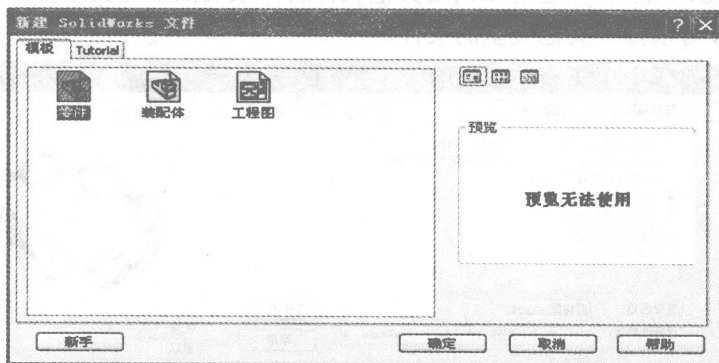
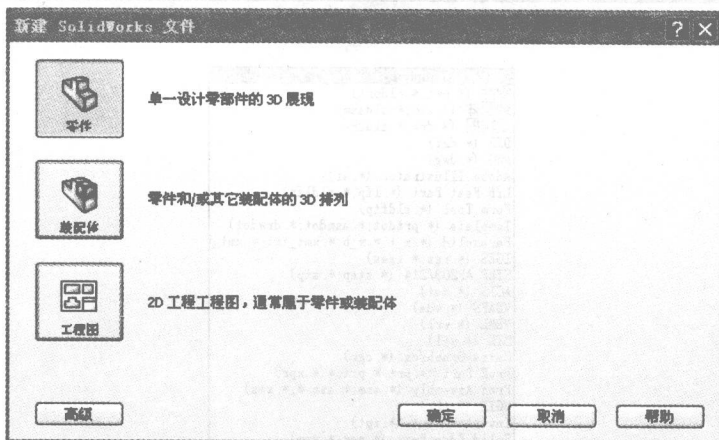

图 1-3 “新建 SolidWorks 文件”对话框
图 1-4 新手版本“新建 SolidWorks 文件”对话框
- (1) 执行命令。在菜单栏中选择“文件”→“新建”命令，或者单击“标准”工具栏中的“新建”图标按钮，执行新建文件命令。
- (2) 选择文件类型。此时系统弹出如图 1-3 所示的“新建 SolidWorks 文件”对话框。在该对话框中有 3 个图标，分别是零件、装配体及工程图图标。单击对话框中需要创建文件类型的图标，然后单击“确定”按钮，就可以建立相应类型的文件。
高级版本在各个标签上显示模板图标的对话框，当选择某一文件类型时，模板预览出现在预览框中。在该版本中，用户可以保存模板添加自己的标签，也可以选择 tutorial 标签来访问指导教程模板，如图 1-3 所示。
单击图 1-3 中的“新手”按钮就会进入新手版本显示模式，如图 1-4 所示。该版本中使用较简单的对话框，提供零件、装配体和工程图文档的说明。